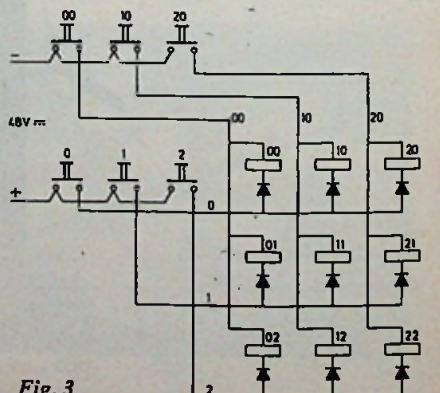

Fig. 3
Een voorbeeld van een selectacode systeem met (9) zgn. decoderrelais is voorgesteld in fig. 3.